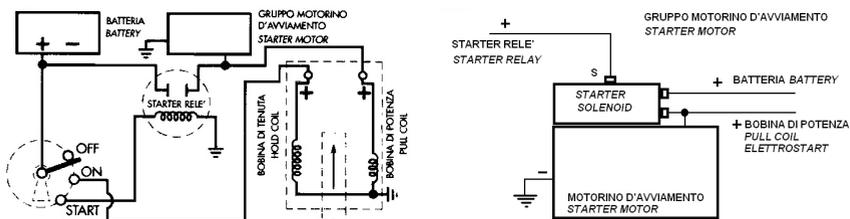

FIG.8
- la bobina di tenuta (hold coil), collegata al quadro, è alimentata dall'accensione di quest'ultimo (ON).
- La bobina di potenza (pull coil), collegata allo *starter* del motorino di avviamento, scatta all'azionamento di quest'ultimo e si spegne al termine dell'avviamento (fig.8).